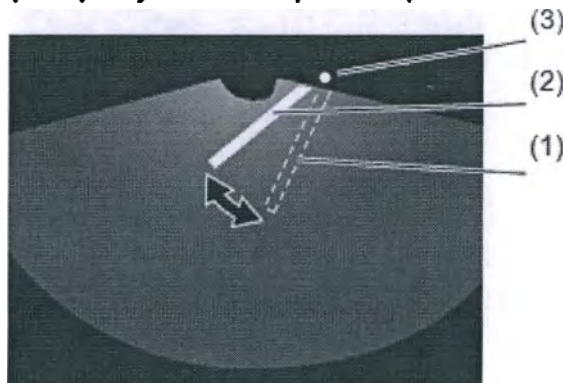

Рис. 8.7
6. Продвигайте эндоскопическое устройство. После продвижения устройства вперёд примерно на 1 – 1,5 см оно появляется на эндоскопическом изображении и ультразвуковой картинке (см. Рис. 8.7).